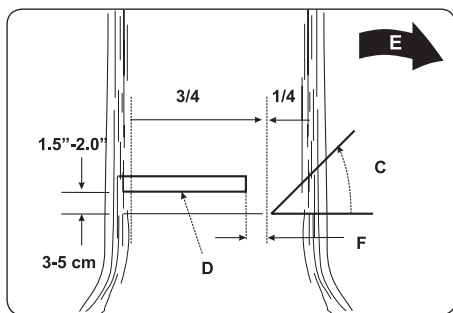

Рис. 10В
**ПРЕДУПРЕЖДЕНИЕ:** Не ходите перед деревом, которое уже подрезано. Окончательный срез (D) выполняется с обратной стороны дерева в 3 - 5 см над горизонтальной основой подреза (С) (Рис. 10В).